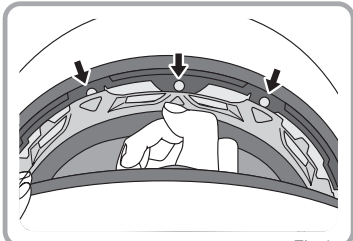

Fig.1
1. Maak de drukknopen los aan de voorhoofdzone door ze naar beneden te trekken (Fig. 1).